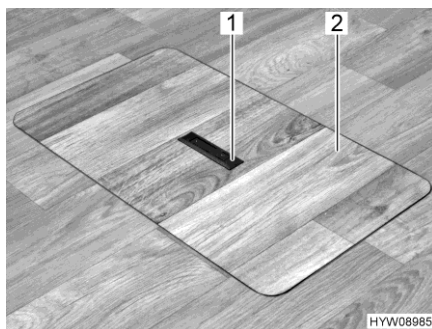
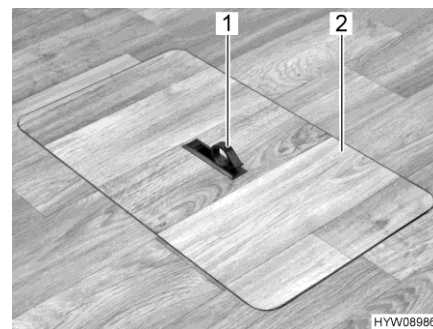

Fig. 78 Cubierta del compartimento de almacenamiento en el piso (tirador hundido)
Fig. 79 Cubierta del compartimento de almacenamiento en el piso (tirador girado hacia fuera)
- Presionar hacia abajo un lado de la placa de agarre (Fig. 78,1). El tirador (Fig. 79,1) girará hacia arriba.
- Retirar la cubierta (Fig. 79,2) hacia arriba.
- Insertar la cubierta (Fig. 79,2) en el marco en el piso.